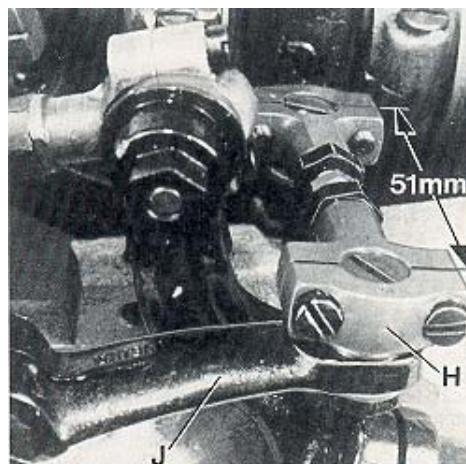
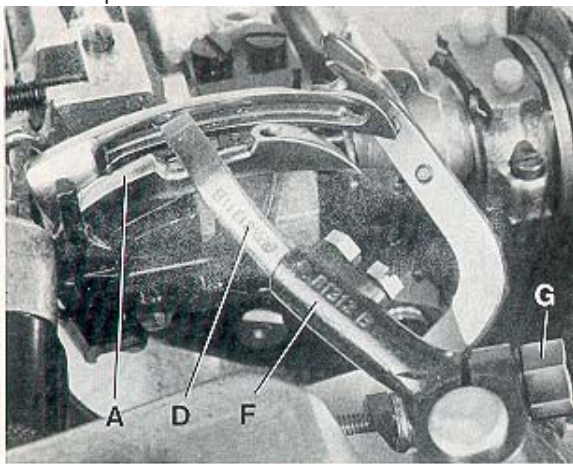
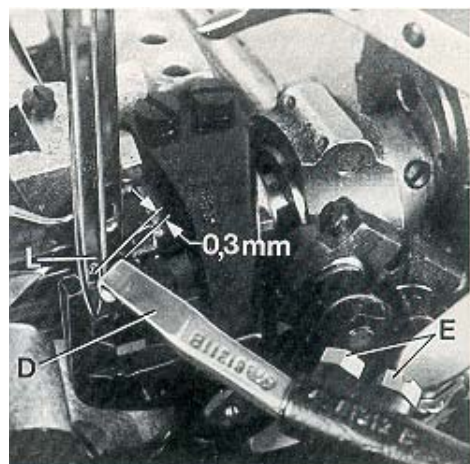

Fig.13
Fig.14
Fig.15
The distance (set at the factory) from center to center of the two ball joints driving the cross looper should be 51 mm (2") (see Fig. 13).
Basically the front ball joint (H, Fig. 13) should be positioned as far as it will go to the left in the fastening slot of the cross looper drive lever (J).
When rotating the handwheel in operating direction cross looper (D, Fig. 14) should swing as close as possible in the recess behind the eye over the double locked stitch looper (A) without contacting it.
At the left end of its swing motion cross looper (D, Fig. 15) must be positioned so that the left needle (L) securely stitches into the thread loop hanging around the hook of cross looper (D). In front of the left needle the cross looper should pass in a distance of 0.3 mm (.012") (see Fig. 15).
La distancia (de fábrica) del centro de las dos articulaciones esféricas que manejan el looper cruzado debe ser de 51 mm (Ver Fig. 13).
La articulación esférica frontal (H, Fig. 13) debe quedar lo más lejos posible a la izquierda de la ranura de seguridad de la palanca del looper cruzado (J).
Girando el volante en dirección de operación el looper cruzado (D, Fig. 14) debe moverse lo más cerca posible del espacio detrás del ojo del looper para doble puntada de seguridad (A) pero sin tocarlo.
Al final izquierdo de su recorrido, el looper cruzado (D, Fig. 15) debe estar posicionado de manera tal que la aguja izquierda (L) forme la puntada en el lazo del hilo guindando alrededor de el gancho retenedor del hilo del looper cruzado (D). El looper cruzado debe pasar frente a la aguja izquierda a una distancia de 3 mm (Ver Fig. 15). Verifique lo siguiente:
After loosening the two screws (E, Fig. 15) the 0.3 mm (.012") distance to the left needle is adjustable. Retighten screws on the flat of the cross looper shank.
After loosening clamp screw (G, Fig. 14) cross looper lever (F) can be raised or lowered for setting the height of cross looper (D) with respect to the double locked stitch looper (A) and it can be tilted to the right or left for adjusting the swing motion of the cross looper with respect to the left needle. Retighten clamp screw.
If required the length of the path of the cross looper swing motion can be reduced by positioning ball joint (H, Fig. 13) to the right in the fastening slot of the cross looper drive lever (J).
Después de aflojar los dos tornillos (E, Fig. 15) la distancia de 0,3 mm de la aguja izquierda es ajustable. Apriete los tornillos en la parte plana del tronco del looper cruzado. Después de aflojar el tornillo de sujeción (G, Fig. 14) la palanca (F) del looper cruzado se puede subir o bajar como sea necesario para ajustar la altura del looper cruzado (D) con respecto al looper cruzado para doble puntada de seguridad (A) y puede ser movido a la derecha o izquierda para ajustar el movimiento del looper cruzado con respecto a la aguja izquierda. Apriete el tornillo de sujeción. De ser requerido, se puede reducir el largo del movimiento del looper cruzado colocando la conexión esférica (H, Fig. 13) a la derecha de la ranura de seguridad de la palanca del looper cruzado (J). Asegúrese cuando realice estos ajustes que el looper cruzado no interfiere con la parte de la plancha de aguja o alguna parte de la máquina.